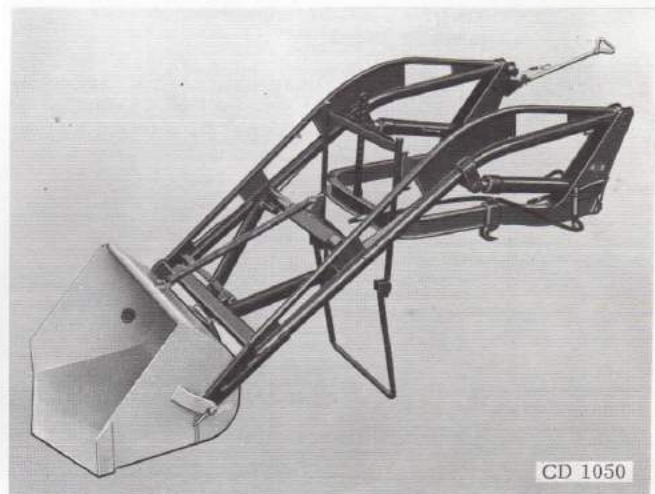

Fig. 21 - Chargeur dégagé du tracteur.
10. Reculer complètement le tracteur. Le chargeur est alors entièrement dégagé du tracteur (fig. 21).